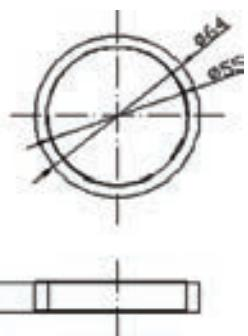

图 3-24 定距环
定距环是机械零件中的一种典型的辅助轴向定位零件, 绘制比较简单。定距环呈管状, 主视图呈圆环状, 利用“圆”命令绘制; 俯视图呈矩形状, 利用“矩形”命令绘制; 中心线利用“直线”命令绘制。绘制的定距环如图 3-24 所示。
5) 单击“绘图”工具栏中的“直线”按钮/，由主视图向下引出竖直线，结果如图 3-24 所示。